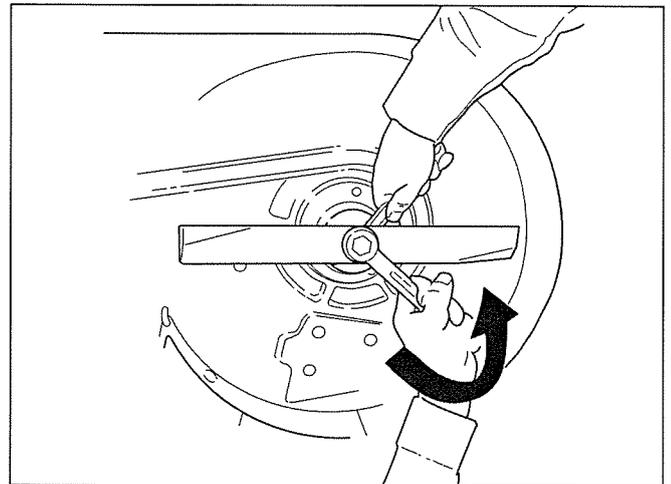

Figure 37. Desserrage de la lame pour la retirer
2. Pour retirer une lame afin de l'affûter, utiliser une clé de 1" sur les méplats de l'arbre à broche tout en retirant le boulon de fixation de la lame à l'aide d'une clé de 15/16" (figure 37).